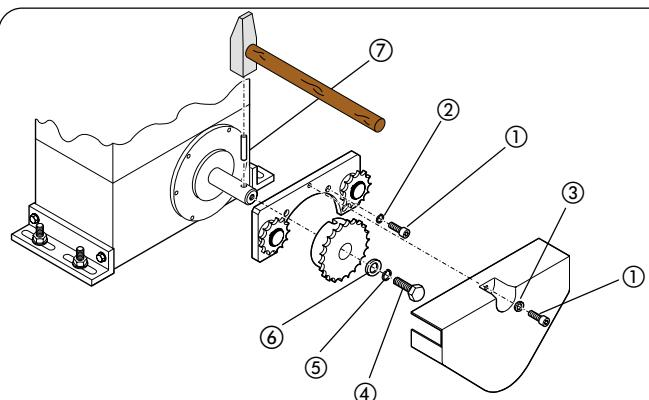
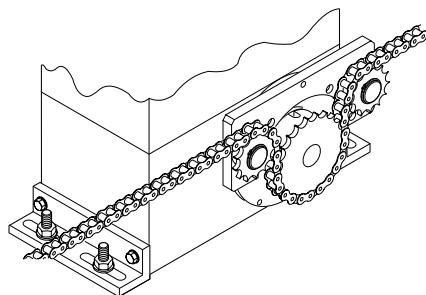

Fig. 20
Fig. 21
4.5.2. MOD. 844 ER RF (Fig. 20 - 21)
- Introduire le goujon élastique ⑦ dans l'arbre en utilisant un marteau.
- Appliquer sur la bride du motoréducteur la patte des renvois fous, en utilisant les quatre vis ① (M5 x 12) et les rondelles spécifiques ② présentes dans le kit de la Fig.20.
- Appliquer le pignon à chaîne sur l'arbre en faisant coïncider les logements du pignon sur le goujon élastique et serrer la vis ④ et les rondelles spécifiques ⑤ et ⑥.
- Passer la chaîne d'après la Fig.21 et monter le carter de protection avec la vis ① et la rondelle ③ d'après la Fig.20.